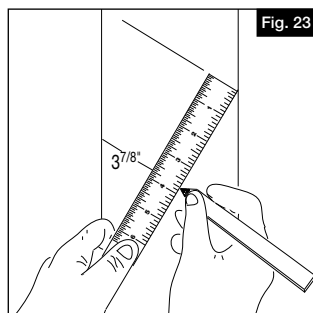

Fig. 23
- a. Trazar una marca a $3 \frac{7}{8}$ " (9,84 cm) por debajo de la línea del pasamanos para establecer la ubicación del sujetador de montaje del soporte de pasamanos (Fig. 23).